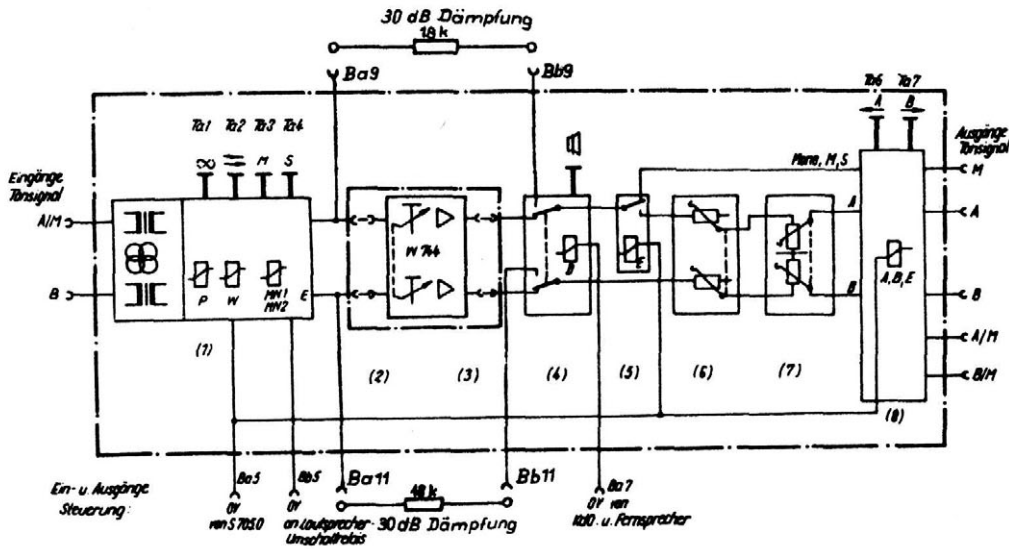

Abb. 2
Aus der Abb. 2 sind die verschiedenen Funktionen und ihre Zuordnung im Gerät zu entnehmen. Die Eingangsschaltung (1) enthält ein Übertragerpaar T 40. In den Grundbetriebsstellungen (Mono und Stereo) sind beide Übertrager als normale Eingangsübertrager geschaltet, zur Bildung des M- oder S-Signals (Ta 3 bzw. Ta 4) werden sie über die nachgeordnete Relaischaltung als Stereo-Umsetzer geschaltet. In dieser Betriebsstellung wird die Rücksprechdämpfung zwischen den beiden Eingängen des W 701/2 von der Symmetrie (Gleichheit der Wicklungen) des T 40 bestimmt.